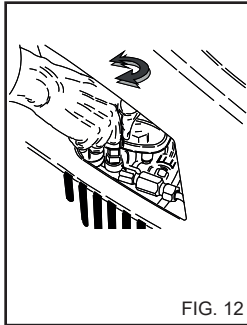

FIG. 12
Tässä kappaleessa käsitellään vain niitä malleja, jotka on varustettu "paineensäädin" laitteella. Paineensäätimellä, fig. 12, käyttäjä voi säätää työpainetta. Kun nappi C on käännetty vastapäivään (B) (minimi), toimintapaine vähenee.